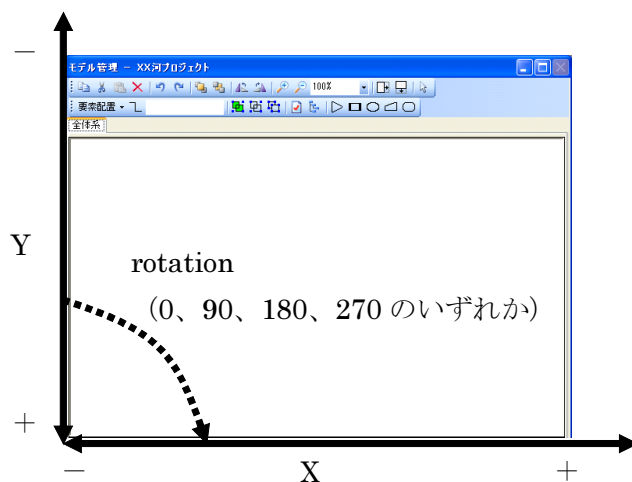

図 2.10 X、Y、rotation 値とモデル管理画面との対応関係
- エ 項番 5~7 は、当該要素のモデル管理画面上での表示位置を定義します。基準点を画面中心とした場合、X 軸は基準点より右方向はプラス位置、基準点より左方向はマイナス位置になり、Y 軸は基準点より下方向はプラス位置、基準点より上方向はマイナス位置になります。GUI 版のみで有効となります。図 2.10 に各設定値とモデル管理画面との対応関係を示します。